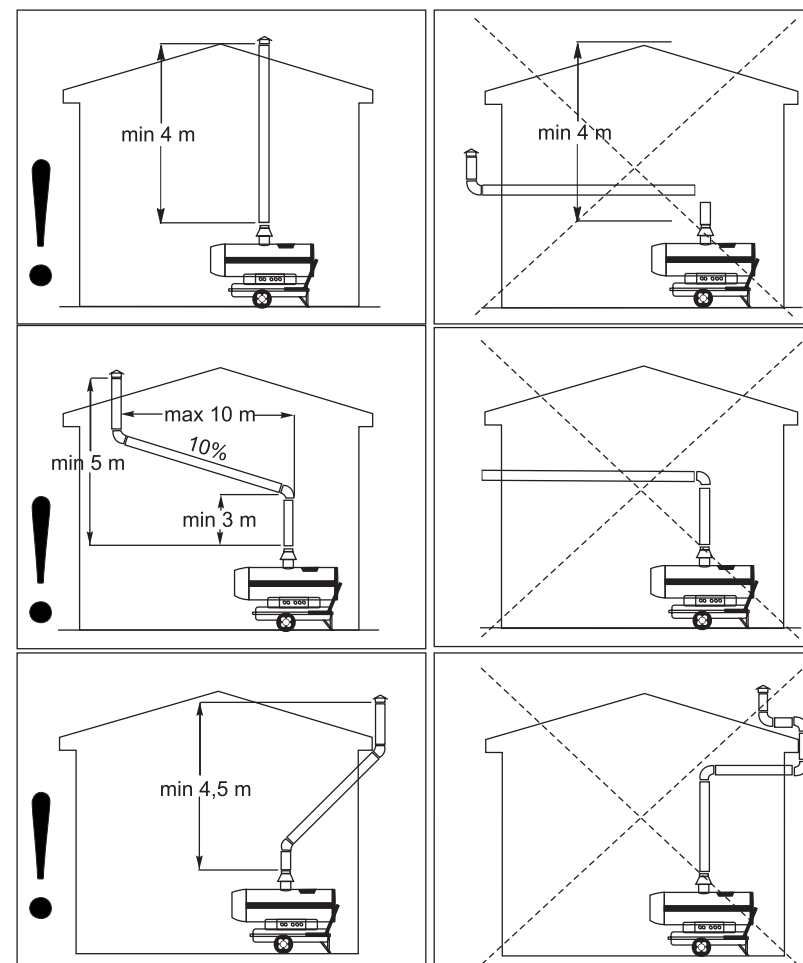

Рисунок 2 — Схема подключения аппарата к дымовой трубе
- После установки выключателя 10 в положение «I», вал воздушного компрессора с закрепленным на нем вентилятором начинает вращаться. При вращении вентилятора воздух помещения поступает через всасывающее отверстие 7 и далее нагреваясь, обтекает снаружи герметичную камеру сгорания по кольцеобразной щели между ней и корпусом 5. Далее нагретый воздушный поток выходит в помещение через выходное сопло 3. Далее происходит потеря скорости нагретого воздушного потока и перераспределение теплоты полученной от стенок герметичной камеры сгорания аппарата. Воздух и стены помещения, где находится работающий аппарат, начинают постепенно нагреваться, т.е. тем самым выполняется основная функция аппарата — воздушное отопление нежилых помещений. После запуска аппарата в работу, топливо через топливную систему поступает в форсунку жидкотопливной горелки. Далее форсунка распыляет дизельное топливо и впрыскивает его в камеру сгорания. Часть воздуха от вентилятора поступает в камеру сгорания, где смешиваясь с распыленным дизельным топливом, образует горючую смесь. Одновременно запальное устройство, смонтированное в камере сгорания, производит розжиг горючей смеси. Горючая смесь образует горящую топливовоздушную струю высокой температуры и направленности. Пройдя через камеру сгорания, топливовоздушная струя полностью сгорает, нагревая при этом ее стенки и дефлектор. Продукты сгорания топливовоздушной струи выходят через дымоотводящий патрубок 4 аппарата и далее в дымовую трубу. Дымовая труба отводит дымовые газы за пределы здания (см. рис. 2). При прекращении подачи электроэнергии (независимо от причины), затухании пламени или при перегреве, автоматика безопасности отключает аппарат, тем самым предотвращая возможные аварийные ситуации.
- Выполните все мероприятия по обеспечению помещения, которое будет обогреваться данным аппаратом устройством естественной или принудительной приточно-вытяжной вентиляции. Выполните требования раздела «Правила безопасности» данной инструкции. Подключите аппарат к дымовой трубе (см. рис. 2).